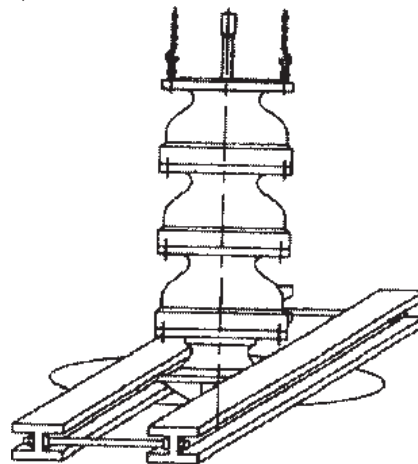

Figure 5
3. Disposer de travers sur l'ouverture de la plaque de base deux poutres en bois ou en I assez solides pour supporter le groupe pompe-moteur sans danger. Les poutres devraient être retenues ensemble par des tiges filetées et des écrous de sorte qu'on puisse les serrer solidement contre la pièce à supporter (fig. 5).
8. Attacher une élingue aux colliers ou aux boulons, puis lever l'ensemble corps redresseurs au-dessus du puits (fig. 5).